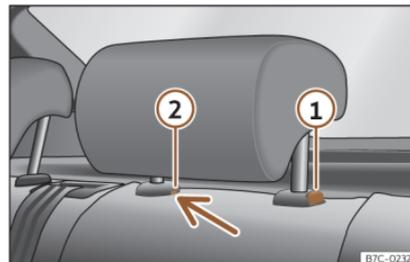

Fig. 100 Appui-tête arrière : démontage.
- Appuyez sur la touche »» fig. 100 ①, en appuyant en même temps sur l'orifice de sécurité ② avec un tournevis plat de 5 mm de largeur maximum et retirez l'appuie-tête.